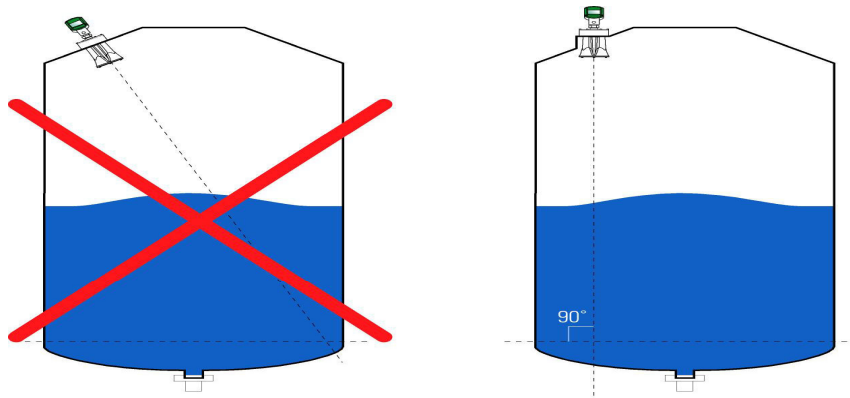

Figura 8, posiciones de montaje
- ⦿ El medidor se debe montar en posición vertical de modo que las bocinas/antenas estén en un ángulo de 90° con respecto al piso, como se muestra en la *Figura 8, posiciones de montaje*